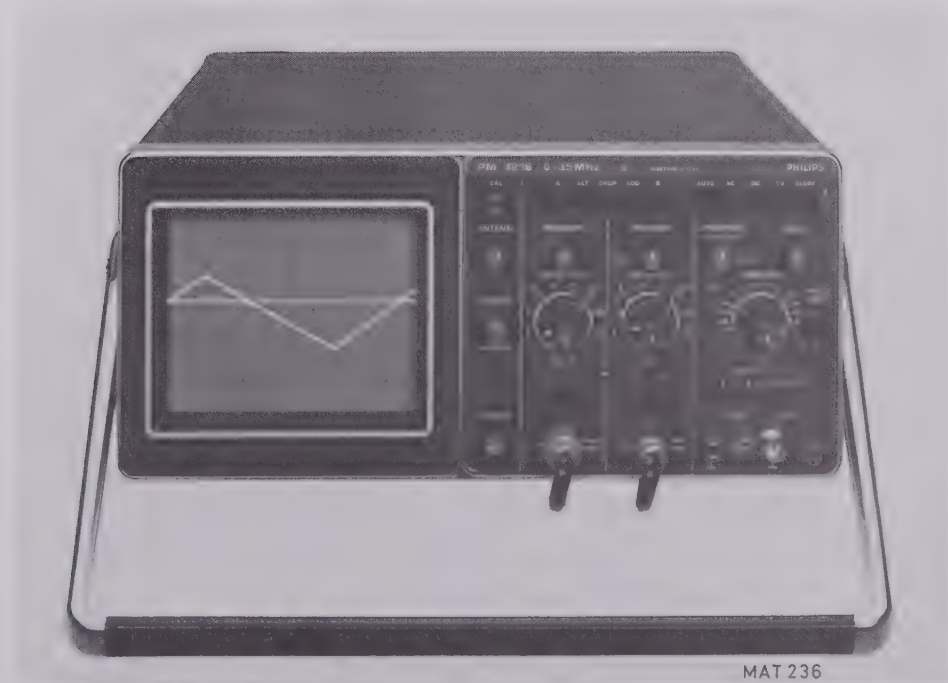

Abb. 2.2. Vorderansicht des Oszillografen mit Bedienungsorganen und Buchsen
2.2. BEDIENUNGSELEMENTE UND BUCHSEN (siehe Abb. 2.2.)
Siehe Abb. 2.2. bezüglich der Lage der Bedienungselemente. Bringe die Einsteller INTENS und FOCUS in Mittelstellung. Taste AUTO drücken und mit Schalter TIME/DIV einen durchschnittlichen Zeitkoeffizienten zwischen $10 \mu\text{s}/\text{div}$ und $10 \text{ ms}/\text{div}$ wählen. Mit allen übrigen Drucktasten in Normalstand (nicht gedrückt) lassen sich die Schreibstrahlspuren von Kanal A und Kanal B mit dem entsprechenden Einsteller POSITION auf dem Bildschirm darstellen.